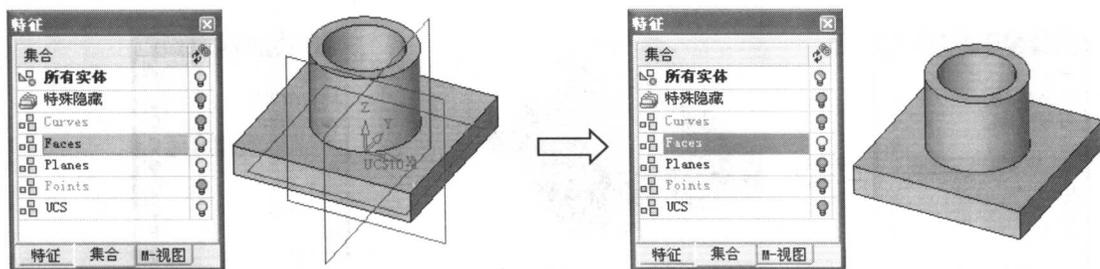

图 1-19 隐藏其他集合
• **【隐藏其它】**: 将其他的集合隐藏, 只显示选中的集合。例如, 在集合显示区域中选择 **【Faces】** 集合, 然后在其右键菜单中选择 **【隐藏其它】** 选项将可以隐藏集合, 如图 1-19 所示。